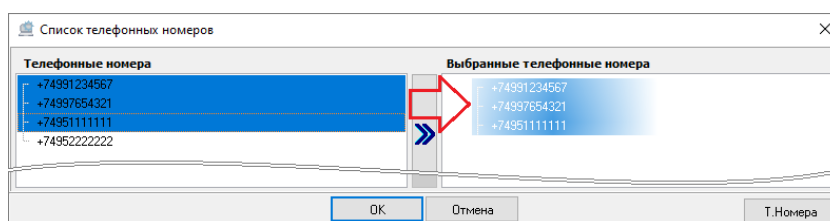

Рисунок 6-176 Привязка телефонных номеров абонента перетаскиванием
- в окне «Список телефонных номеров» в поле «Телефонные номера» выделите один или несколько телефонных номеров (для выделения сразу нескольких номеров нажмите и удерживайте на клавиатуре клавишу <Shift> для выбора диапазона или клавишу <Ctrl> для комбинированного выбора) и, удерживая нажатой левую клавишу мыши, перетащите выделенные телефонные номера в поле «Выбранные телефонные номера» (см. Рисунок 6-176).